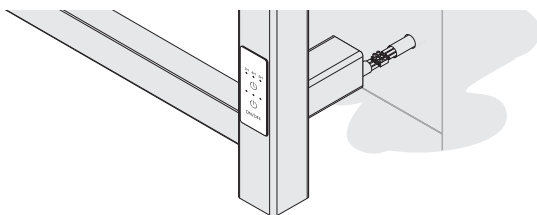

Рис.13
4.3.6. Соединить провода полотенцесушителя с проводом из стены с помощью клеммных колодок (рис. 13).